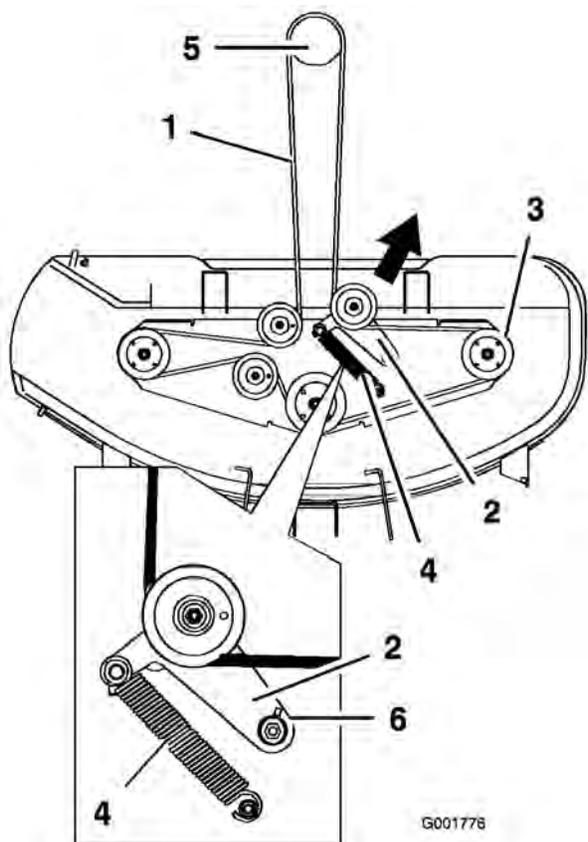

Figure 48
- Posez les couvercles de courroie en passant par-dessus les axes extérieurs (Figure 48).
5. Tirez la poulie de tension dans la direction indiquée (Figure 48) et retirez la courroie des poulies.
6. Acheminez la courroie neuve autour des poulies du moteur et du plateau de coupe (Figure 48).
7. Tirez la poulie de tension dans la direction indiquée à la Figure 48 et acheminez la courroie autour de la poulie de tension (Figure 48).
8. Tournez le guide-courroie vers la poulie jusqu'à ce qu'il bute contre le bras de la poulie de tension (Figure 48).
9. Serrez le boulon du guide-courroie (Figure 48).